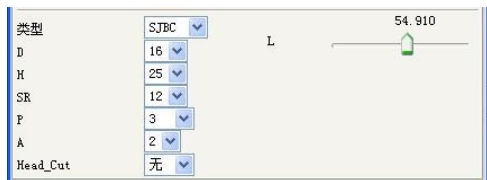
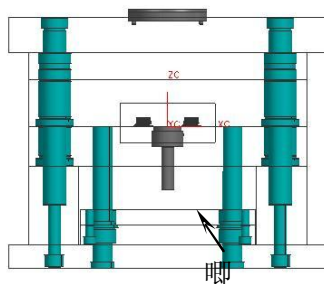

图5-42
图5-43
- 在【注塑模向导】工具条中单击【标准件】按钮，弹出【标准件管理】对话框。在【目录】和【分类】下拉列表中选择【MISUMI】和【Sprue Bushings】选项，并选择【SJB_】选项，再设置其他唧嘴参数，如图 5-42 所示。选择【尺寸】选项卡，设置【L】长度为“54.91”，然后单击 **确定** 按钮创建唧嘴，如图 5-43 所示。